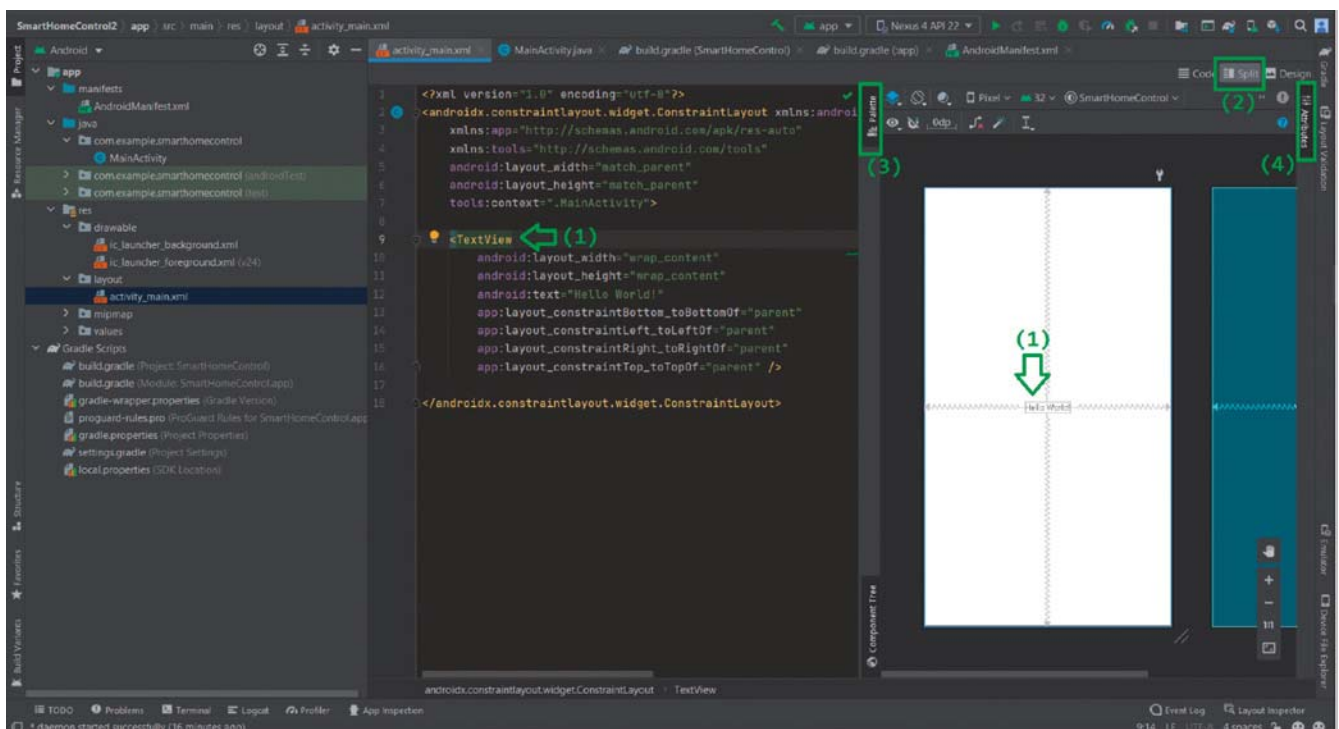

Fig. 9
oggetti disponibili nella *Palette* (3) come *TextView* (1) che potrà essere modificato attraverso la scrittura del codice direttamente su file ".xml" oppure mediante le proprietà disponibili nell'area *Attributes* (4). Procediamo con la realizzazione del nostro layout inerente alle funzionalità dell'applicazione e mostrato in **Fig. 9** dove vogliamo dare la possibilità all'utente di:
In linea con la **Fig. 9**, aggiungiamo un'ulteriore *TextView*, per guidare l'utilizzatore dell'applicazione nelle possibili azioni da eseguire, con vincolo alla base dell'etichetta *Status* e posizionamento al centro della pagina aggiungendo il vincolo destro e sinistro (rispetto al *parent*) con distanza di *Odp*. Associamo l'id "@+id/TV_info" ed il testo "click on image to turn Off or turn On your bulb".